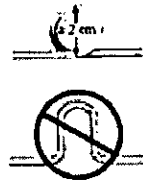

Figura 7. Enrollamiento de la parte sobrante del electrodo.
- Enrolle la parte sobrante del cuerpo del electrodo formando un bucle circular mayor de 2 cm de diámetro. No cree una curva o bucle en forma de U (Figura 7). Un bucle circular reduce la posibilidad de interferencias electromagnéticas y sus efectos e impide que el cuerpo del electrodo se retuerza o sufra daños.